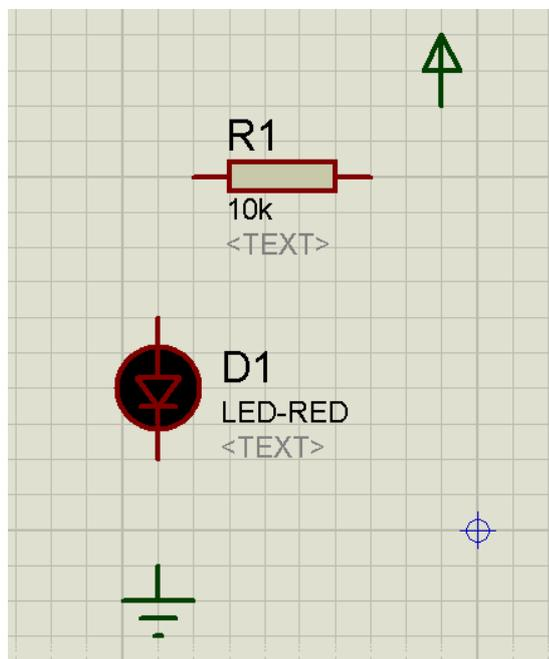

Рис. 1.12. Размещенные компоненты для тестирования светодиода
5. После проделывания указанных операций, на чертежном поле должны быть элементы, показанные на рис. 1.12.